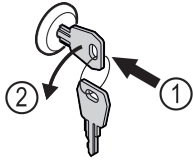

Fig. 124
- Пъхнете ключа. Fig. 124 (1)
- Завъртете го на 90° обратно на часовниковата стрелка. Fig. 124 (2)